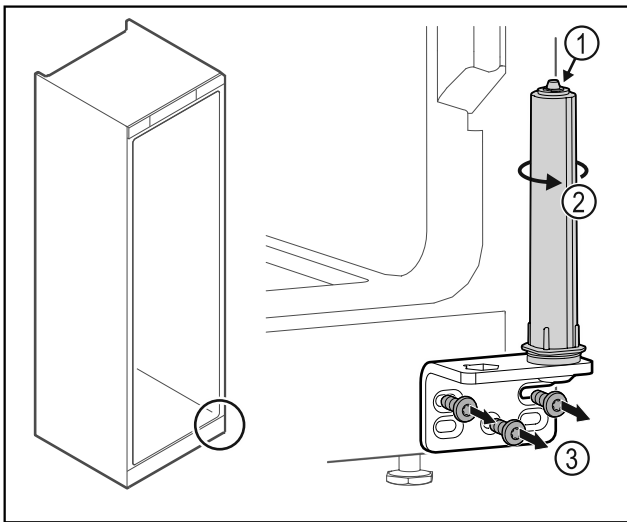

Fig. 36
- ▶ Türschließsystem nicht zerlegen Fig. 36 (1).
- ▶ Schließsystem Fig. 36 (2) drehen, bis es klickt .
- ▶ Scharnierwinkel Fig. 36 (3) abschrauben.